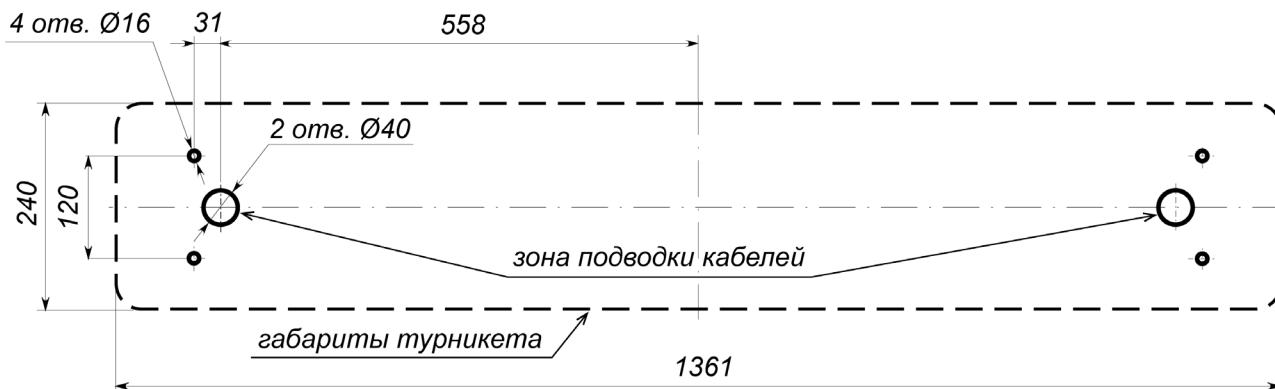

Рисунок 18. Схема разметки для установки стойки турникета¹
2. Подготовьте в полу отверстия под гильзы анкеров для крепления стойки турникета согласно рис. 18.